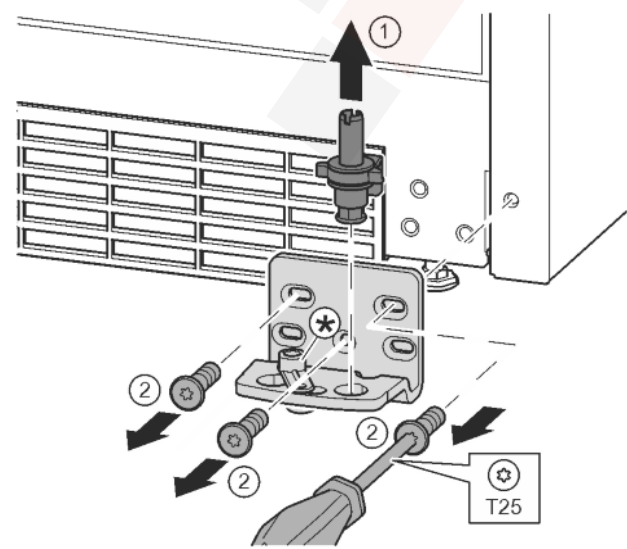

Fig. 14
- ▶ A teljes csapszeget felfelé húzza ki. Fig. 14 (1)
- ▶ A T25 csavarhúzóval tekerje ki a csavarokat, és vegye le a csapágybakot. Fig. 14 (2)